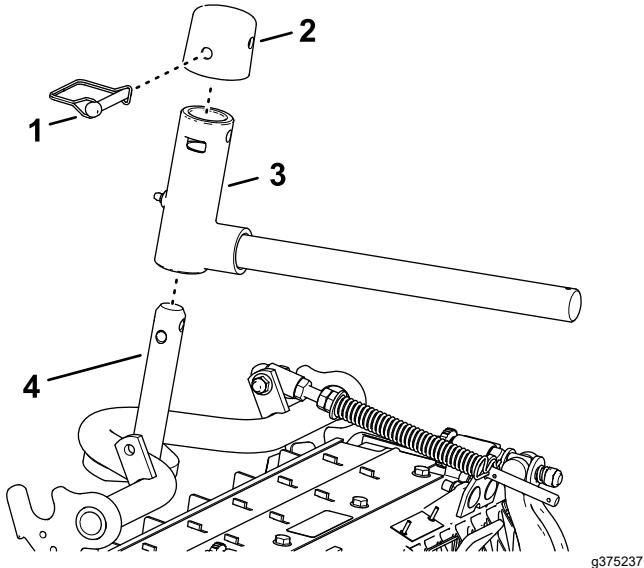

Рисунок 26
- Установите поворотную втулку на вал несущей рамы (Рисунок 26).